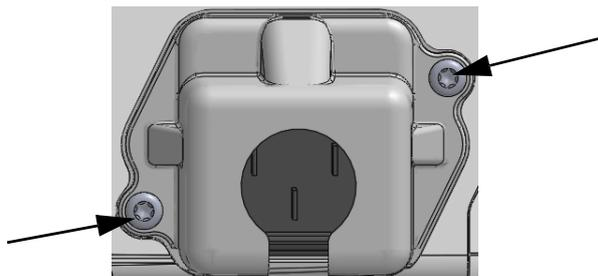

Figura 3-5 Cubierta de entrada del cable de alimentación del HemoSphere: ubicaciones de los tornillos
- 1 En ese caso, retire los dos tornillos (figura 3-5) que sujetan la cubierta de entrada del cable de alimentación en el panel trasero del monitor.